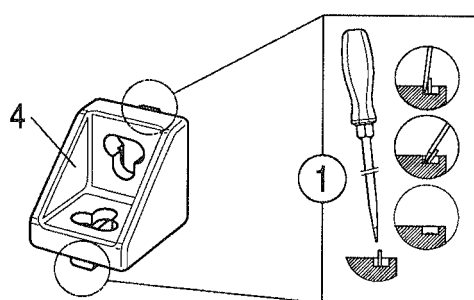
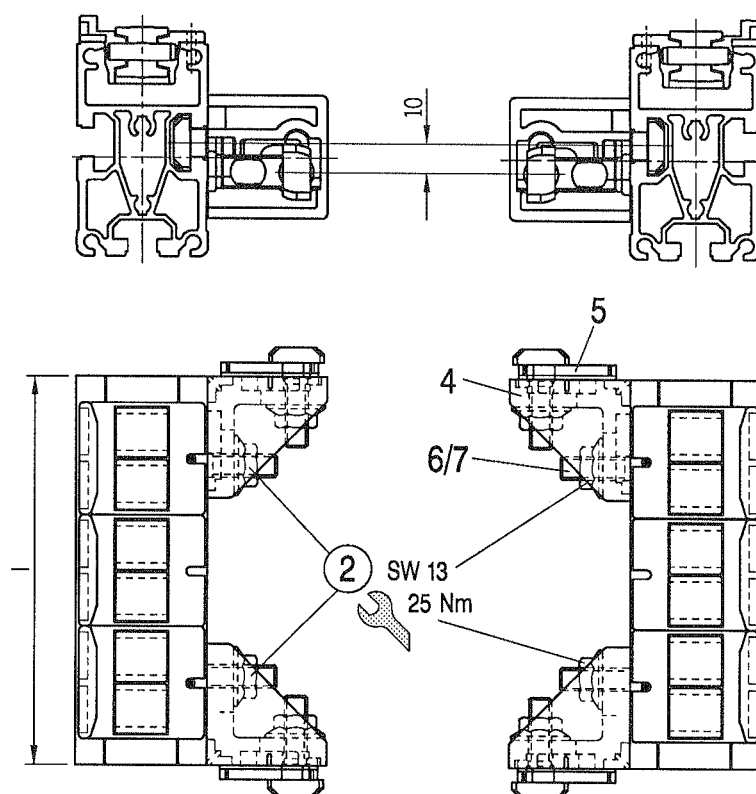

Fig. 3
Fig. 4
- 1 An den vier Winkeln (Pos. 4) die Fixiernasen abbrechen (Fig. 3).
- 2 Je 2 Winkel mit Nutenstein (Pos. 5) und Hammerschrauben-Befestigungssatz M8x25 (Pos. 6/7) nach Fig. 3 an linke bzw. rechte RS 2-Hälfte montieren (Fig. 4).
- 1 Break off the fixing studs on the four brackets (item 4, Fig. 3).
- 2 On the left and right half of the RS 2 mount two brackets with sliding block (item 5) and T-bolt fastening set M8x25 (items 6/7) as in Fig. 3 (Fig. 4).
- 1 在四个托座 (Pos. 4) 上折下定位片 (Fig. 3)。
- 2 用 T 型块 (Pos. 5) 和 T 型螺栓固定组件 M8x25 (Pos. 6/7) 在 RS 2 的左和右两个半边分别安装上 2 个托座 (Fig. 4)。